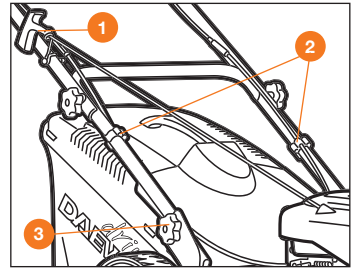

Рис. 2
Расправьте тросы управления и закрепите верхнюю рукоятку на нижней при помощи болтов и барашковых гаек ③. Зафиксируйте тросы пластиковой клипсой ②. Прижмите рукоятку зажигания, вытяните ручку ручного стартера и установите ее в кронштейн ручки ① (Рис. 2).